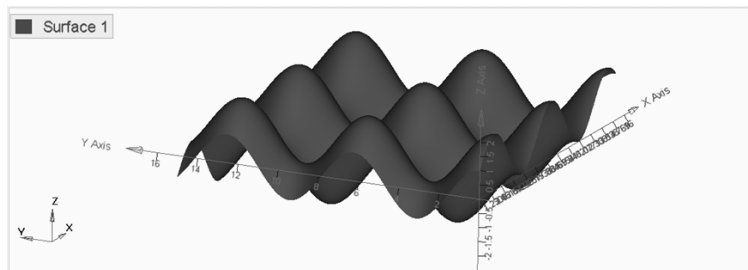

图 13-121 改变坐标轴颜色
- (2) 从调色板中为 X 坐标轴选择一种颜色。
- (3) 改变 Tics per axis 的数量，观察窗口中 X 轴的数值变化。
- (4) 分别单击 Y 和 Z 坐标轴的标签并为每个坐标轴选择一种颜色。
- (5) 单击激活 Shading 标签。
- (6) 将 Grid style 设置为 Box，改变 Grid line 颜色。
- (7) 将 Axes lengths 设置为 Automatic。
- (8) 勾选 Grid style 下的 Lines。
- (9) 选择一种颜色改变背景色，效果如图 13-121 所示。
- (10) 重新勾选 Grid style 下的 Box 选项。